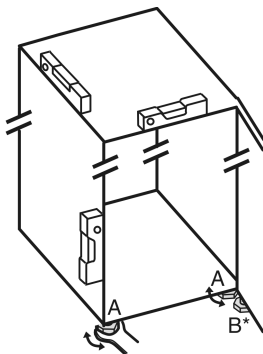

Fig. 27
- Stellfüße Fig. 27 (A) mit beiliegendem Gabelschlüssel und mit Hilfe einer Wasserwaage herausdrehen, bis das Gerät fest und ebenstehend ausgerichtet ist.
- Stellfuß Fig. 27 (B) am Lagerbock mit beiliegendem Gabelschlüssel herausdrehen, bis er auf dem Boden aufliegt.
- Stellfuß Fig. 27 (B) um 90° weiter drehen.